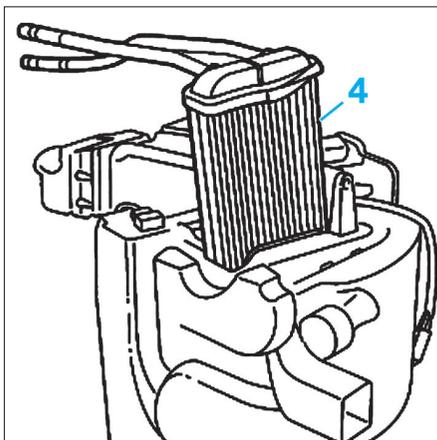

Fig. 22
- Déposer le radiateur de chauffage (4) (Fig.22).